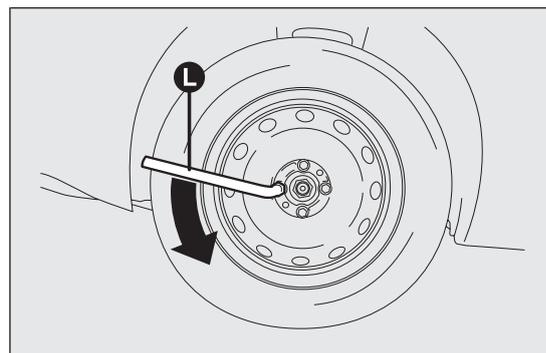

fig. 144
- ❑ aflojar una vuelta los pernos de fijación, utilizando la llave en dotación L fig. 144; para vehículos con llantas de aleación, mover el vehículo para facilitar la separación de la llanta del tapacubos de la rueda;